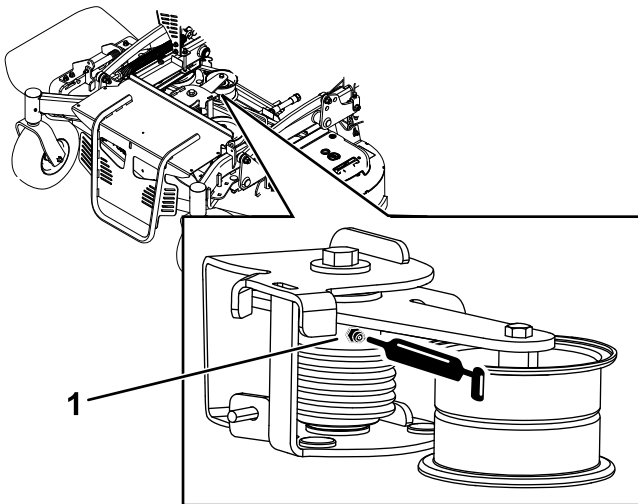

Bild 38
3. Fetten Sie die Drehspannscheibe am Mähwerk mit Hochtemperaturfett am Schmiernippel ein, wie in Bild 38 abgebildet.